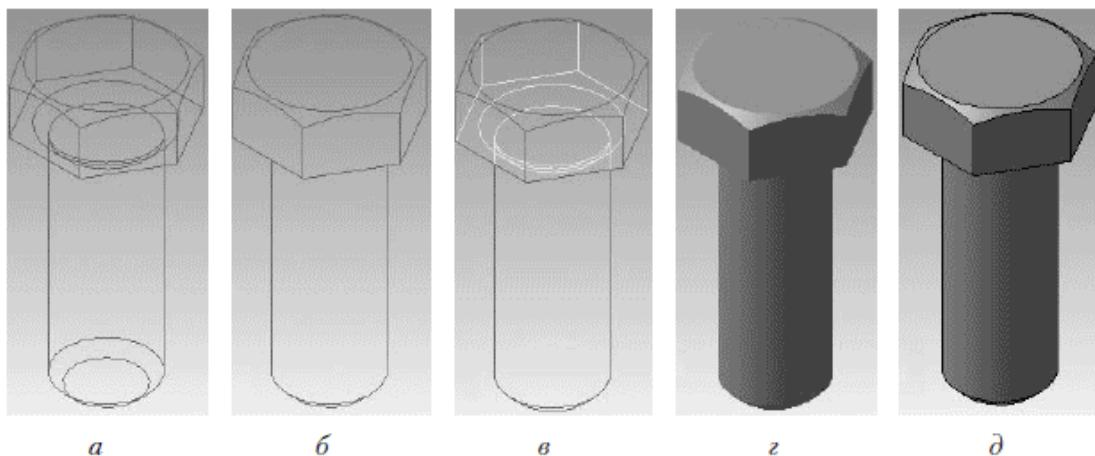

Рис. 1.21. Способы отображения трехмерных моделей: каркас (а), без невидимых линий (б), невидимые линии тонкие (в), полутононое (г), полутононое с каркасом (д)
- Каркас – изображение формируется проецированием контуров моделей на экран (рис. 1.21, а).
- Без невидимых линий – то же, что и каркас, только с учетом перекрытия контуров, то есть ребра и линии контура модели, которые невидимы в действительности, на экране не отображаются (рис. 1.21, б).
- Невидимые линии тонкие – модель показана в виде каркаса, при этом линии невидимого контура рисуются более светлыми, чем линии видимой части каркаса (рис. 1.21, в).
- Полутоновое – способ отображения, учитывающий цвет и другие оптические характеристики модели (блеск, зеркальность, прозрачность и т. п.) (рис. 1.21, г).
- Полутоновое с каркасом – то же, что и полутоновое, только видимые линии каркаса выделяются черным цветом (рис. 1.21, д). Эта команда работает только при полутоновом отображении моделей, то есть ее вызов при любом из каркасных отображений ни к чему не приведет.